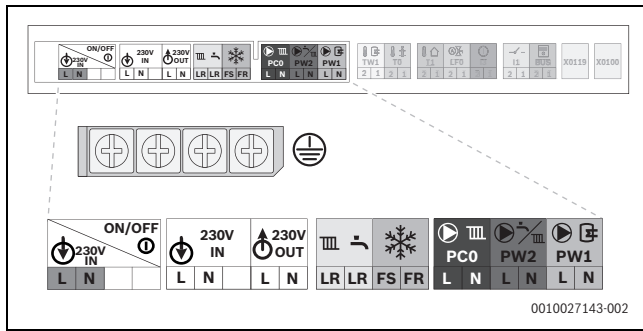
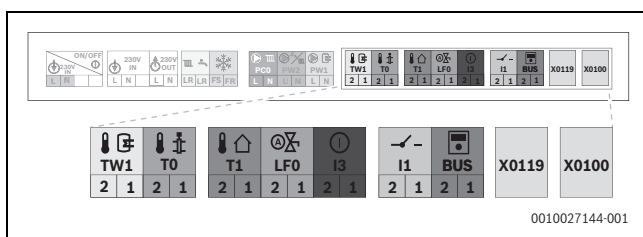

Bild 90 Netzspannungsbereich: Klemmleiste
Bild 91 Niederspannungsbereich: Klemmleiste
- ▶ Kabel an der Klemmleiste für externes Zubehör (→ Bild 90 und Bild 91) anschließen.